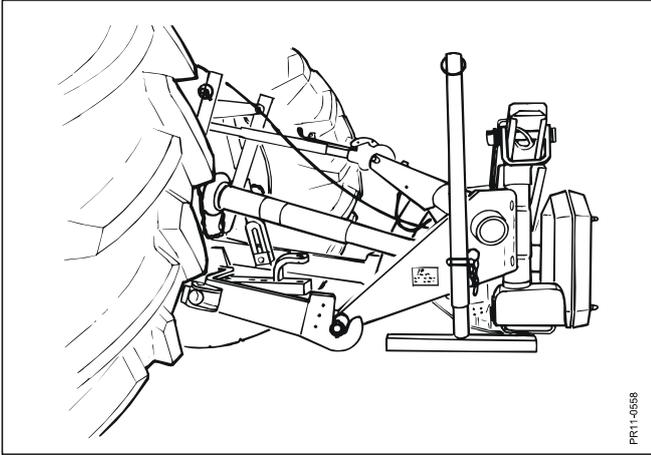

Fig. 2-4
- Fig. 2-4:** Wenn die Maschine abgebaut wird, wird die Abstellstütze nach unten gesenkt und gegen die Erde stützen und mit dem Splint gesichert.